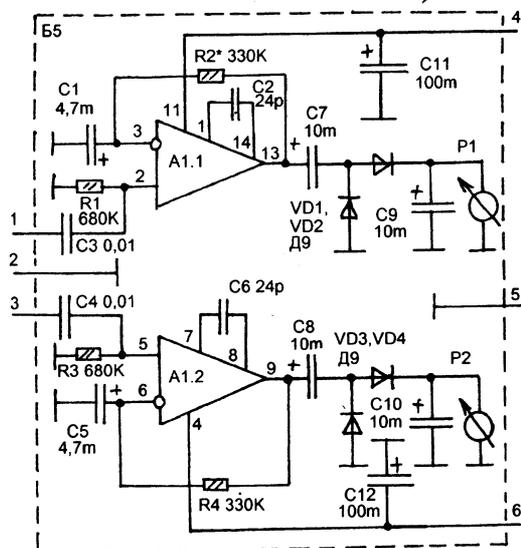
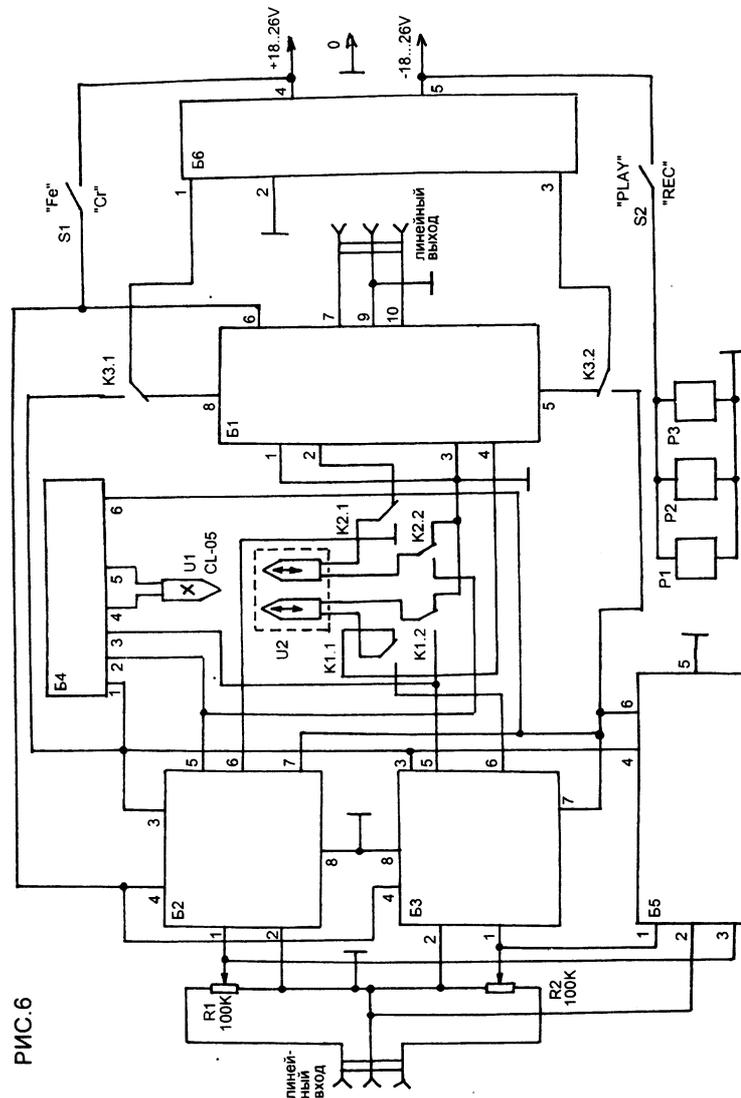

РИС.4.
РИС.6
Индикатор уровня записи выполнен по параллельной схеме (рисунок 4), на его вход поступают сигналы непосредственно с выходов регуляторов уровня записи (резисторы R1 и R2, рисунок 6). Эти сигналы усиливаются ОУ А1 и поступают на диодные детекторы, на выходах которых включены индикаторы магнетрической системы (микроамперметры М470М). Чувствительность индикаторов можно установить подбором номиналов резисторов R2 и R4 (рисунок 4).
**ДЕТАЛИ.** Операционные усилители K157УД2 можно заменить на K157УД3, цоколевка и основные параметры у них одинаковые. Все резисторы и конденсаторы желательного малогабаритные. Электролитические конденсаторы типа К50-35. Универсальная магнитная головка используется типа ЗД24080. Возможно применение любой головки с индуктивностью не более 170 мГн. Электромагнитные реле РЭС60. Два реле P1 и P2 (рисунок 6) располагаются в непосредственной близости от магнитной головки (закрепляются при помощи хомутов на лентопротяжном механизме). Головка соединяется с ними наикратчайшими проводами. Затем, соединение между контактами этих реле и входом усилителя воспроизведения выполнено четырех-проводным экранированным проводом (ленточный кабель вставлен в оплетку от НЧ кабеля).